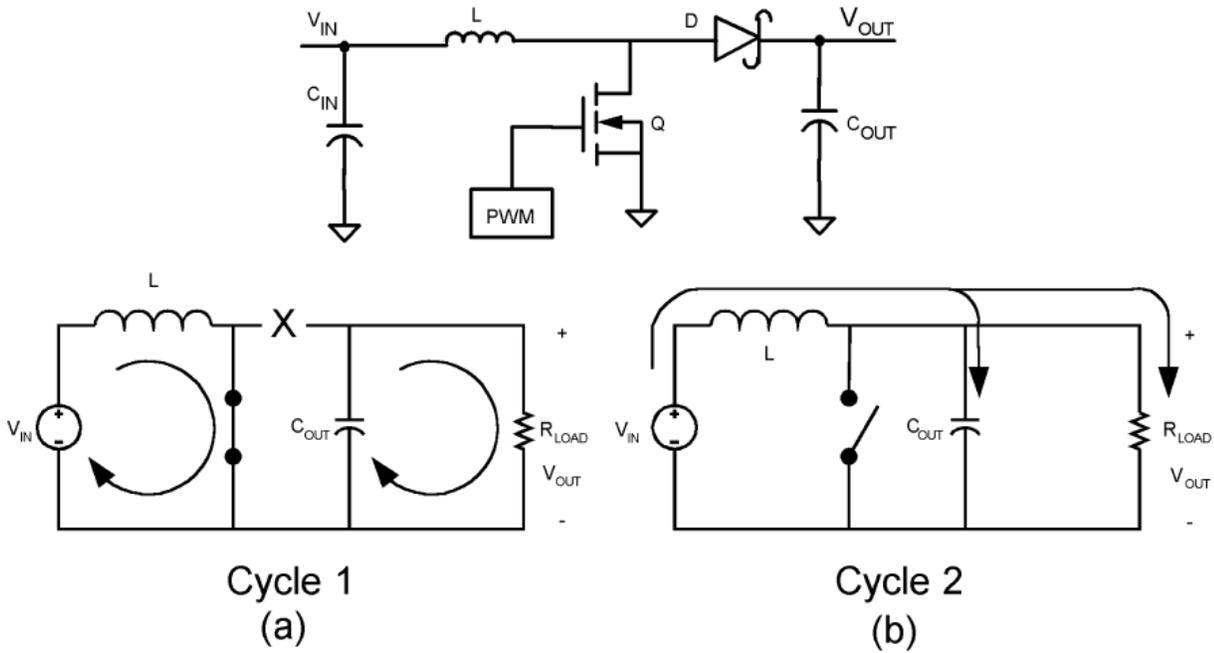

图 2: LM3478 工作原理图
2)减小谐波回路面积，对 LM3478，如图，MOS 管开通时，Cin, L 和 MOS 构成一个回路对电感充电，请看图 2 (a) 的 Cycle1。MOS 管关断时，Cin, L, D, Cout 构成另一个回路对电感放电，请看图 2 (b) 中的 Cycle2。对于二极管 D，交替工作在正向导通和反向截止的状态，因此，有很高的反向恢复尖峰电压，需要在二极管两端加 Snubber 电路来抑制这个尖峰电压，以避免产生过大的共模噪声。这两个回路的工作频率是 MOS 的开关频率，谐波分量，布板时要尽量减小谐波回路的面积。要把这两个功率回路的器件靠近放置，走大铜皮宽走线，减小开关频率谐波的回路阻抗。